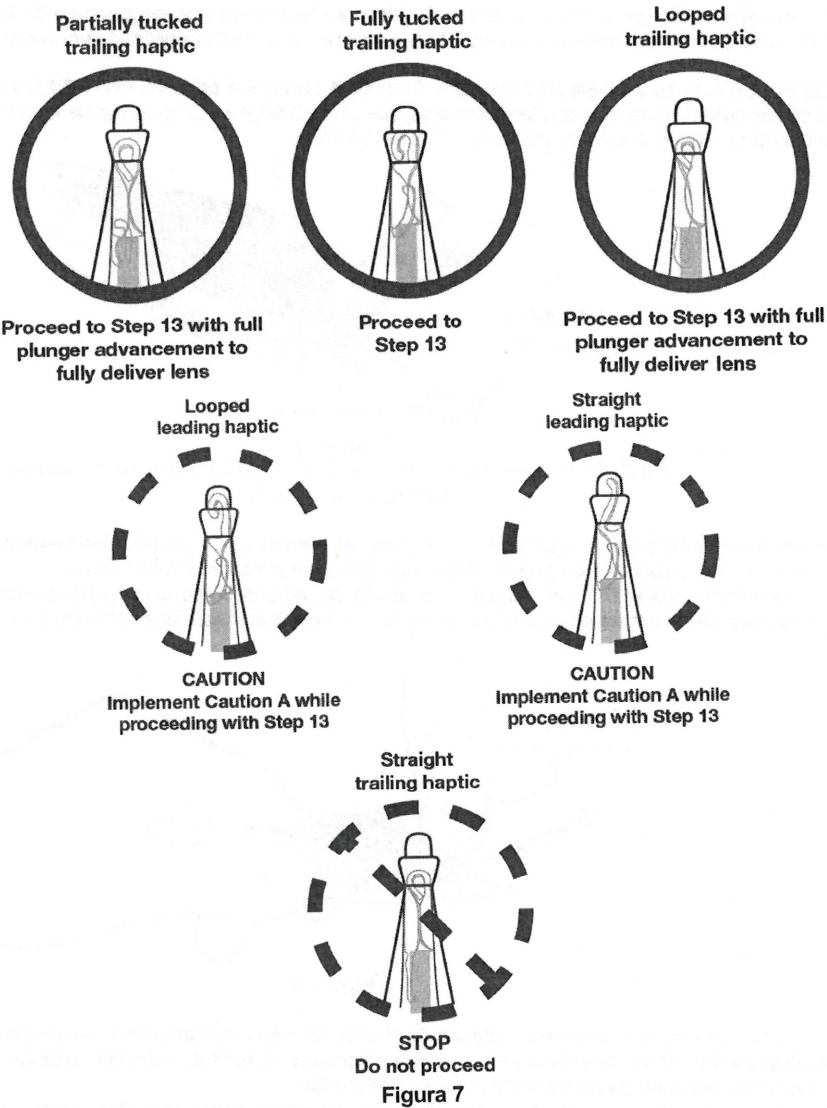

Figura 7
Paso 11. Inspeccione visualmente el lente para determinar la posición de los hápticos de entrada y salida (consulte la **Figura 7**). Compruebe que el desatascador está en contacto con el borde óptico de arrastre.